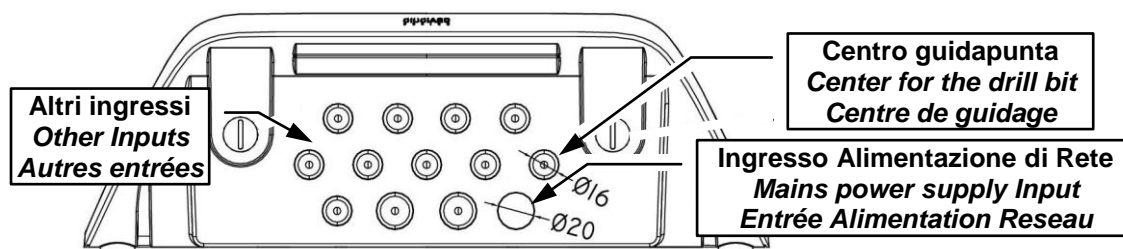
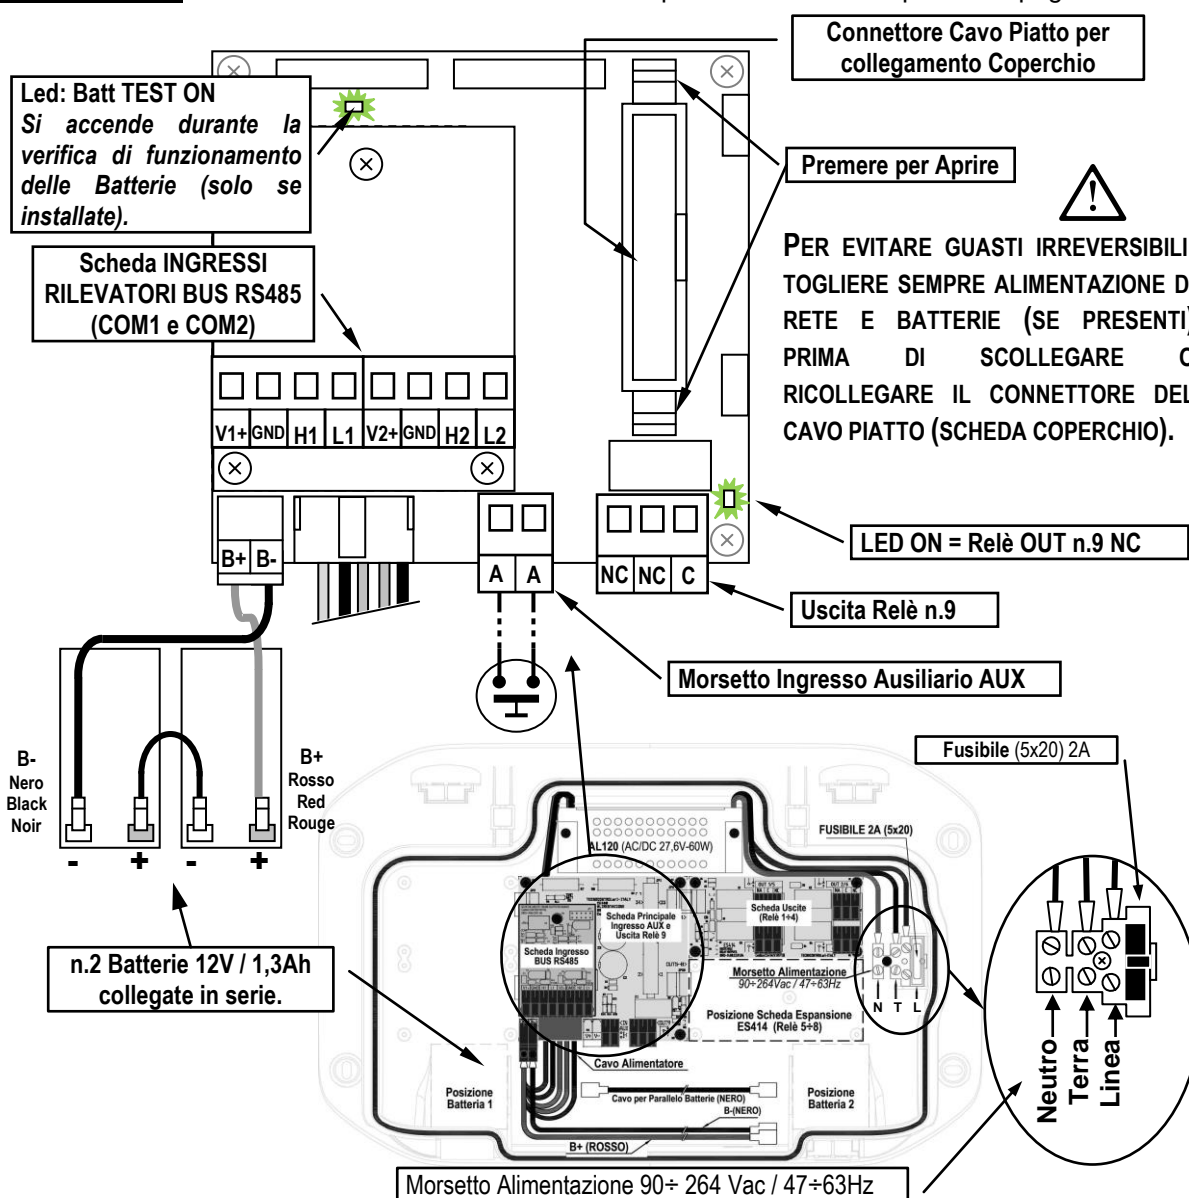

Fig.4 – Ingressi per Pressacavi
Fig 5 – CE516P Collegamento Alimentazione, Batterie, Ingresso AUX e Uscita relè n.9
I dettagli dei collegamenti all'alimentazione di rete, alle due batterie, all'ingresso AUX e all'uscita relè R9 sono illustrate in Fig. 4. Mentre i dettagli dei collegamenti ai Sensori e alle altre Uscite sono illustrate in Fig. 5
**BATTERIE:** Per mantenere accesa la Centrale in assenza della rete, all'interno della centrale, si possono installare **due batterie Pb 12V/1,3Ah** collegate in serie (Fig.5). L'autonomia dipende dal numero di rilevatori alimentati dalla centrale.
**Il collegamento alle Uscite (Relè 1÷9)** si esegue sulle schede montate nella base a destra. L'uscita relè n.9 è posta sulla scheda centrale, vedi anche Fig.5. Per tutti i relè, la portata dei contatti è di **2A resistivi a 230Vac o 30Vcc**.